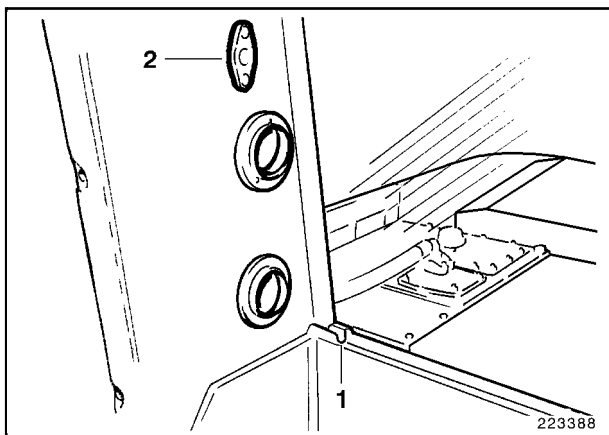

Fig. 13
- Retirar el vidrio y encajarlo en los soportes delante del cristal posterior (1, Fig. 13).
- Dejar enclavar los dos dispositivos de enclavamiento (2) en los soportes en el lado derecho y el lado izquierdo del cristal posterior. Girar las palanquitas para tal fin por 180 hacia abajo.